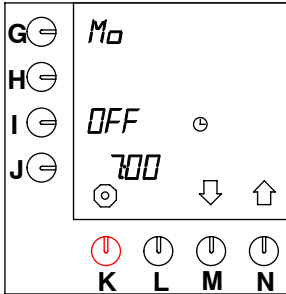

Fig. 32 Precalentamiento del contenedor
- El display muestra "0" en la posición adjunta a la de la tecla de programación (**I.**), ver fig. 32 .